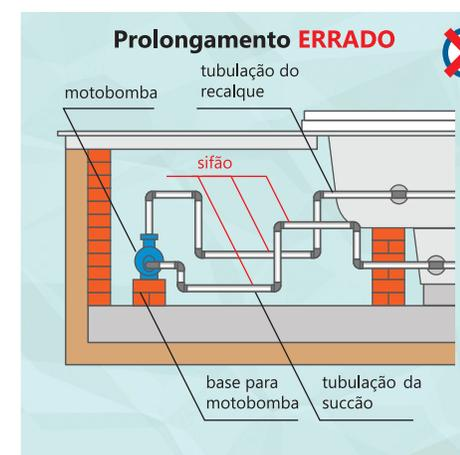

Figura 5
**Em caso de prolongamento da tubulação, não deixe formar sifão conforme exemplificado na figura 5. Isso causa retenção de ar nas tubulações, impedindo o funcionamento correto da SPA e causando danos à motobomba.**